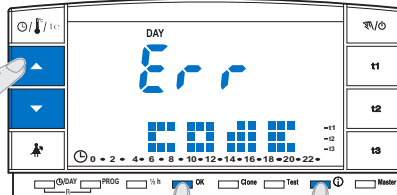

Abb. 76
- ⓘ - Wird ein falsches Passwort eingegeben, erscheint auf Display der Schriftzug **Err** (Abb. 76).